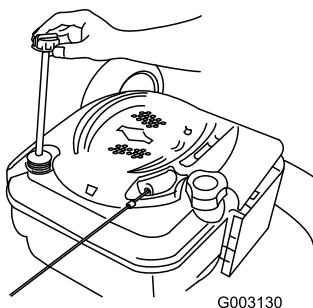

Figura 30
- Retire la varilla (Figura 30).